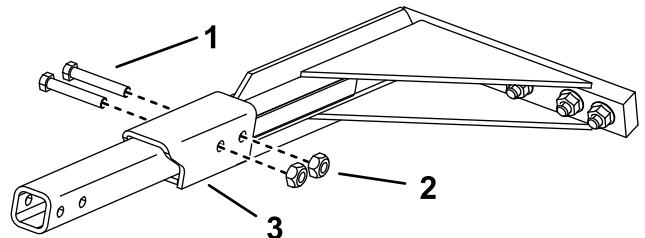

Figura 5
4. Se avete un braccio di oltre 61 cm, fissate la prolunga della barra di sicurezza (fornita con il braccio) sopra l'estremità della barra di sicurezza utilizzando i 2 bulloni e i dadi di bloccaggio forniti con la prolunga (Figura 5).